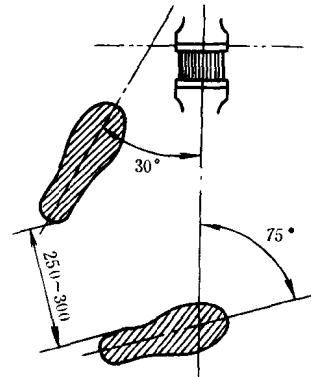

图 2-23 锯割操作站立位置
1) 站立姿势 两脚按图 2-23 所示位置站稳。跨前半步的左脚、膝部要自然并稍弯曲,右脚稍向后,右腿伸直,两脚均不要过分用力,身体自然稍前倾。